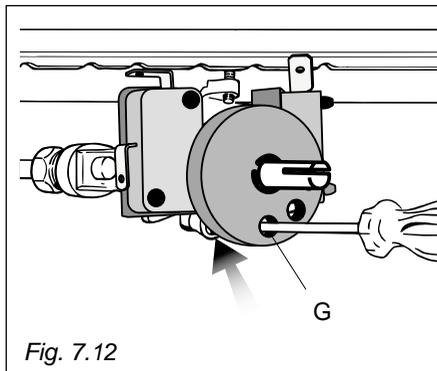

Fig. 7.12
- Sfilare la manopola del termostato e passando attraverso il foro del frontale con un cacciavite a taglio, svitare di circa un giro la vite by-pass **G** (fig. 7.12).
- Avvitare lentamente la vite by-pass **G** (fig. 7.12) fino all'ottenimento di una fiamma lunga 3-4 mm.